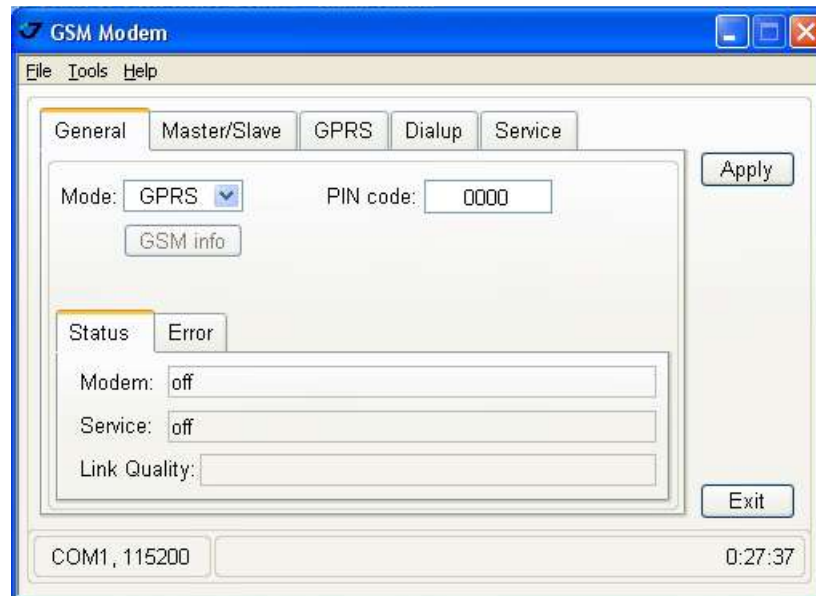

Рисунок 21. Закладка General
1. В закладке *General* установите следующие параметры (Таблица 16) и нажмите *Apply* (Рис. 21 на стр. 41). В данной закладке отображается статус модема, сервисный статус и возможные ошибки.